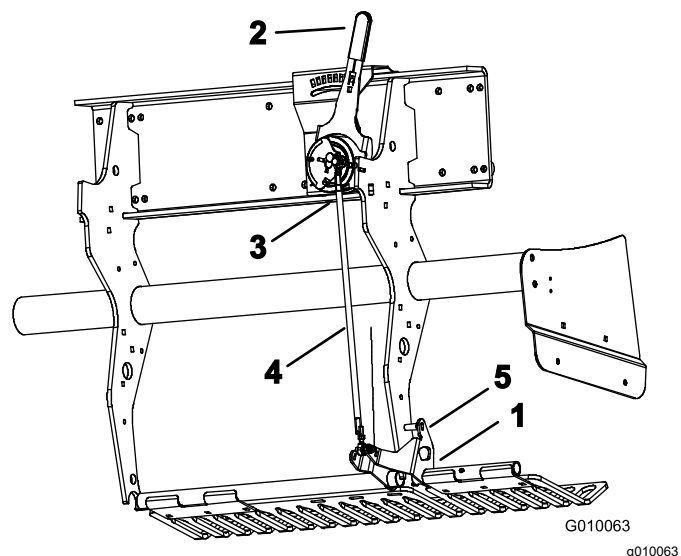

Рисунок 59
2. Поверните монтажный кронштейн левого травотбойника (Рисунок 59) вверх так, чтобы между кронштейном и трубой настройки глубины, приваренной к раме, можно было ввести стопорный штифт, например стержень или болт диаметром 8 мм.
3. Переведите рычаг регулировки глубины аэрации (Рисунок 59) на настройку Н (самую глубокую).
4. Отсоедините наружный шариковый выключатель (Рисунок 59) от жгута проводов (переключатель «Вал опущен»).
5. Ослабьте контргайки (левую и правую) на тяге регулировки глубины аэрации (Рисунок 59).